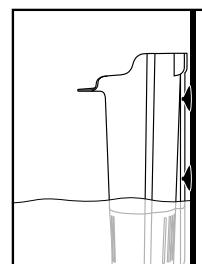

Fig. 5
4. Pour le positionnement adéquat et les niveaux minimum et maximum d'eau, consulter le diagramme. Pour ajuster la hauteur de votre filtre, faire glisser le filtre vers le haut ou vers le bas le long des rails du support. S'il n'est pas possible d'ajuster la hauteur du filtre en fonction du niveau d'eau désiré, il vous faudra peut-être commander de nouvelles ventouses (pour commander, consulter la liste des pièces de remplacement). Pour les terrariums à bas niveau d'eau, le filtre peut être placé sur un haut-fond ou sur le fond de l'aquarium (Fig. 5).